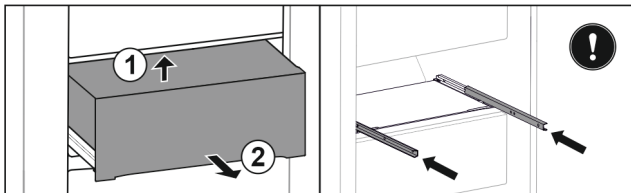

Fig. 135
- ▶ Tõstke sahtlit taga altpoolt üles. Fig. 135 (1)
- ▶ Võtke sahtel ettepoole välja. Fig. 135 (2)